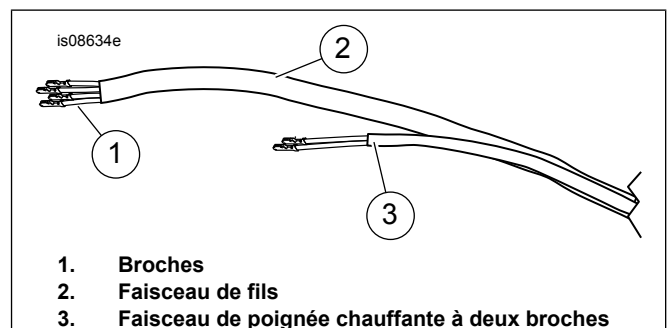

Figure 1. Faisceau de fils et broches.
- Voir Figure 1 . Décaler les broches (1) de manière à ce qu'elles ne soient pas toutes au même endroit le long du faisceau (2).